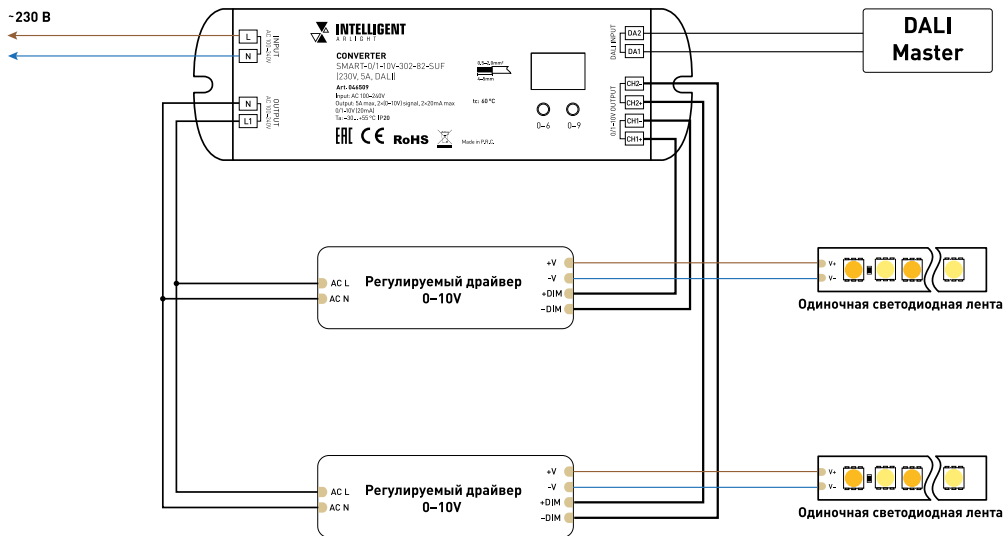

Рис. 1, Схема подключения конвертера
- 3.2. Подключите конвертер согласно схеме, приведенной на рис. 1.